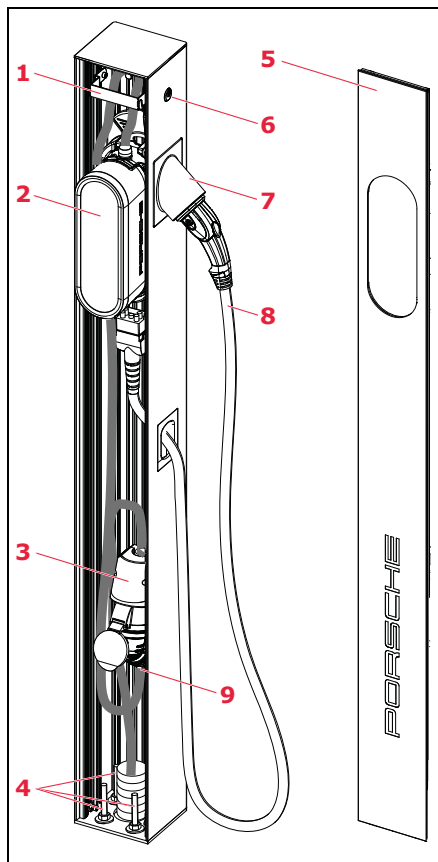

Abb. 1: Teileübersicht
- Länderspezifische Steckeradapter für Ladesteckeraufnahme (siehe Abb. 1, Pos. 7)